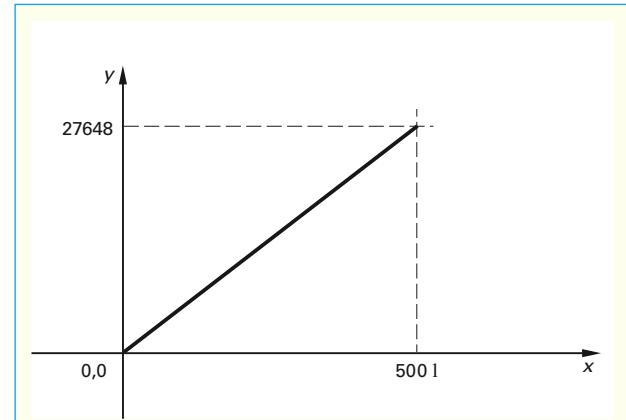

Bild 3: Normierungskennlinie im 1. Quadranten
Den Zusammenhang zwischen der physikalischen Größe Liter und der binären Zuordnung für eine Waage zeigt **Bild 3**.
b) Ergänzen Sie anhand **Bild 3, Seite 12**, die **Tabelle 1** und die Funktion SCALE (**Bild 1**).
Tabelle 1: Zuordnungen Kennlinie (Bild 3, Seite 12)